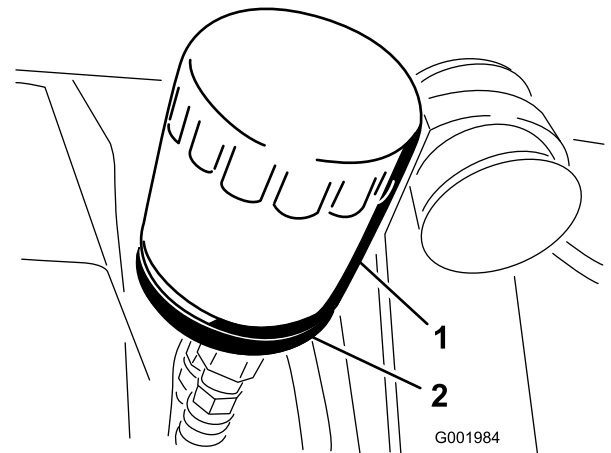

図 49
2. オイルフィルタ (図 49) を外す。
- アダプタに新しいフィルタを取り付ける。ガスケットがアダプタに当たるまで手でねじ込み、そこから更に 1/2 回転増し締めする(図 49)。